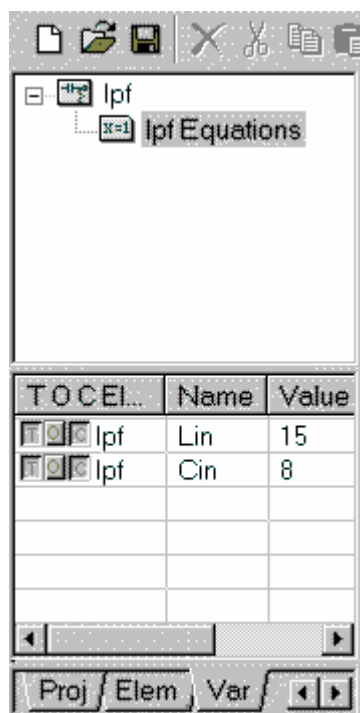

Рис. 2.16
10. Щёлкните левой кнопкой мышки по символу  $+$ , чтобы раскрыть группу **lpf** (см. рис. 2.16).